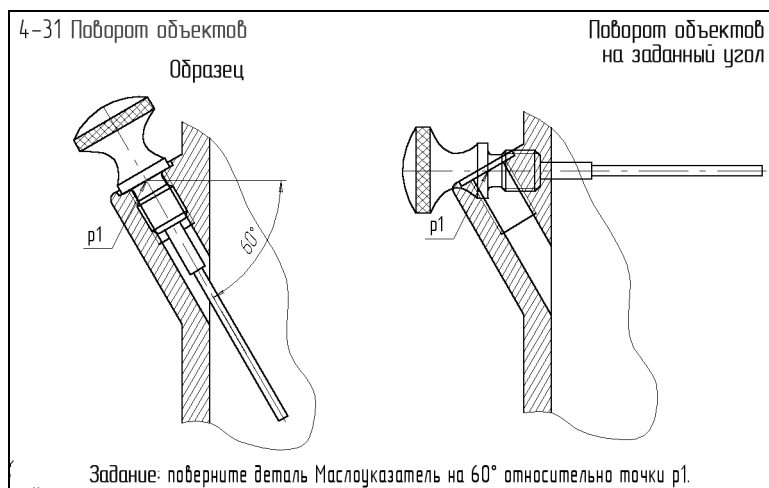

Рис. 1
- 60 упражнений и заданий для самостоятельного выполнения, на основе которых продемонстрированы типовые приемы построения, оформления и редактирования графического изображения. В соответствующих разделах книги даются пошаговые инструкции по выполнению всех заданий и упражнений. Эти материалы помогут вам в короткий срок овладеть навыками компьютерного черчения и приступить к самостоятельной работе. Например, на рис. 1 показано упражнение, в котором рассматривается работа команды **Повернуть**, предназначенной для поворота объектов на заданный угол. В левой части упражнения показан Образец, т.е. то, что вы должны получить в результате выполнения задания. В правой части расположено само задание.